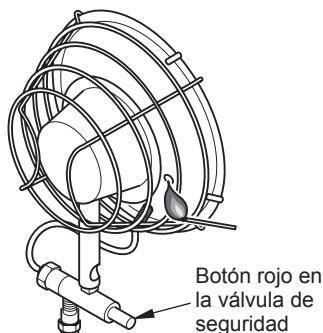

Figura 6 - Encendido del calentador con un fósforo
- Presione varias veces el encendedor piezoeléctrico y suéltelo (dos quemadores), o bien, acerque un fósforo encendido a la carátula del elemento de calefacción (rejilla de alambre) del calentador que está encendiendo, a través del orificio ubicado en la parte lateral del reflector. Consulte la figura 6.
- Oprima el botón rojo en la válvula de seguridad para que se permita la entrada de gas al quemador (consulte la figura 6).